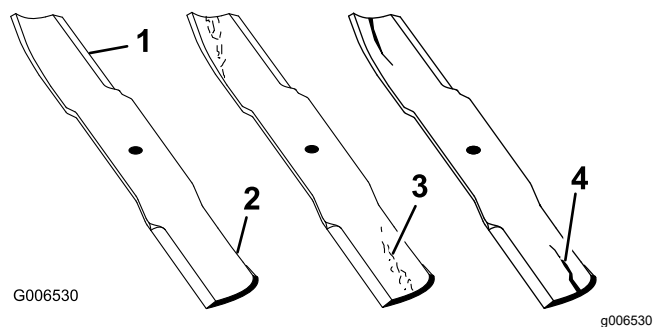

Figura 75
1. Inspectai marginile de tăiere (Figura 75).
4. Dacă observai orice crăpături, urme de uzură sau formarea unei fante în această zonă, instalați imediat o lamă nouă (Figura 75).